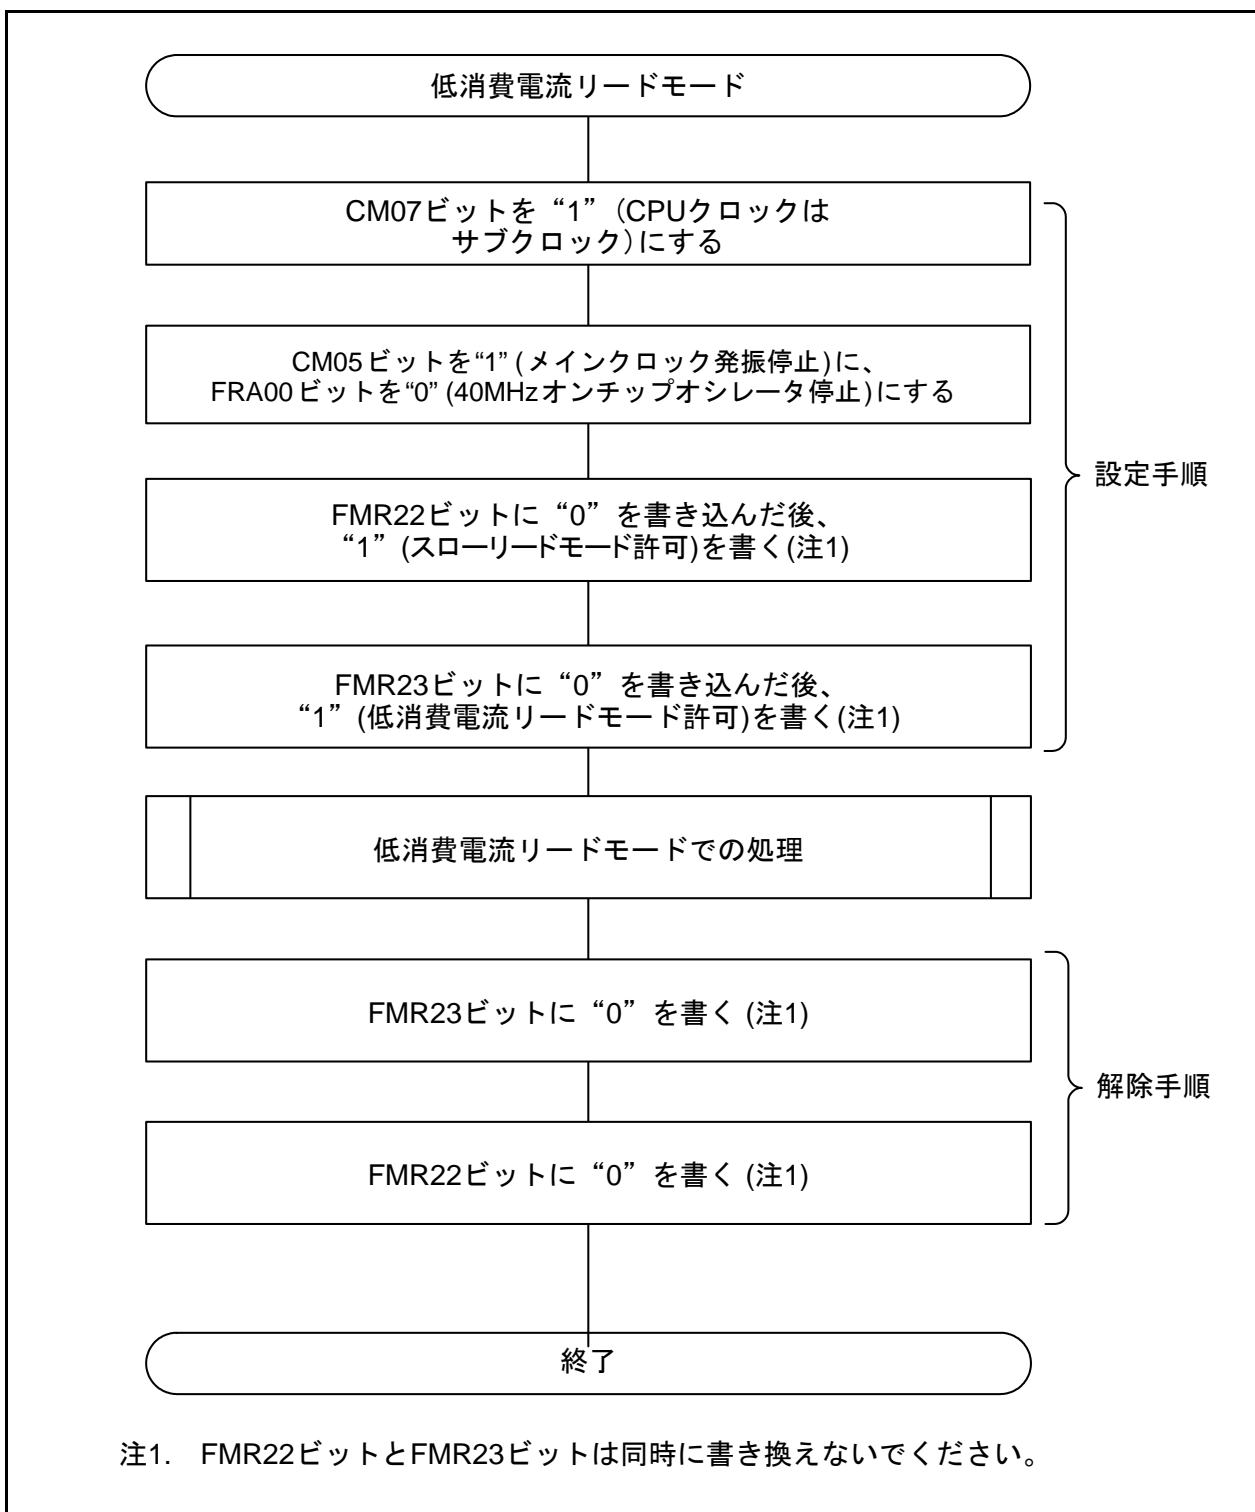

図 9.4 低消費電流リードモードの設定、解除
CM0レジスタのCM07ビットが“1” (CPUクロックはサブクロック) のとき使用できます。図 9.4 に低消費電流リードモードの設定、解除を示します。
- 低消費電流リードモードに遷移する際は、スローリードモードを経由してください(「図 9.4 低消費電流リードモードの設定、解除」参照)。